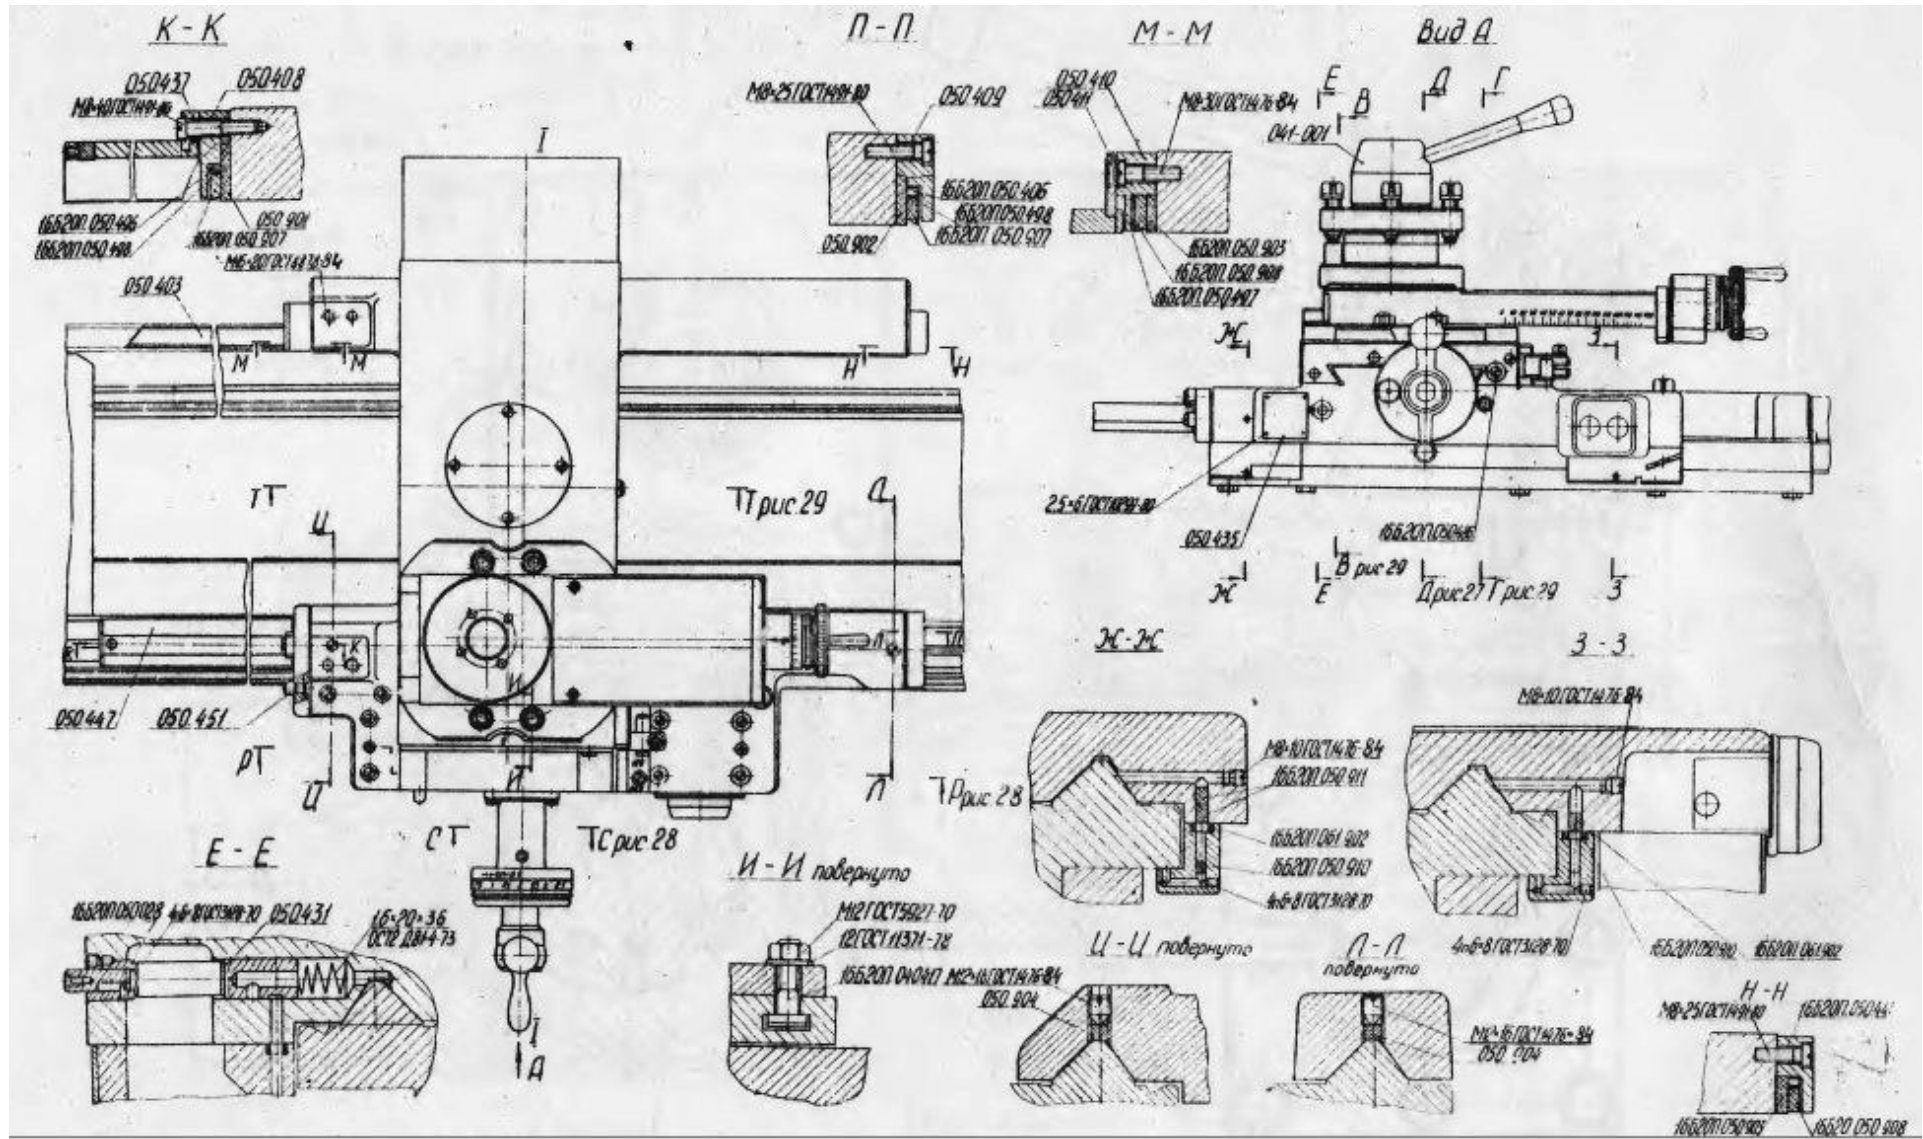

Рисунок 26
2.5. Каретка и суппорт 16к20.040.001, 16к20.050.001 (Рисунок 26,...30)